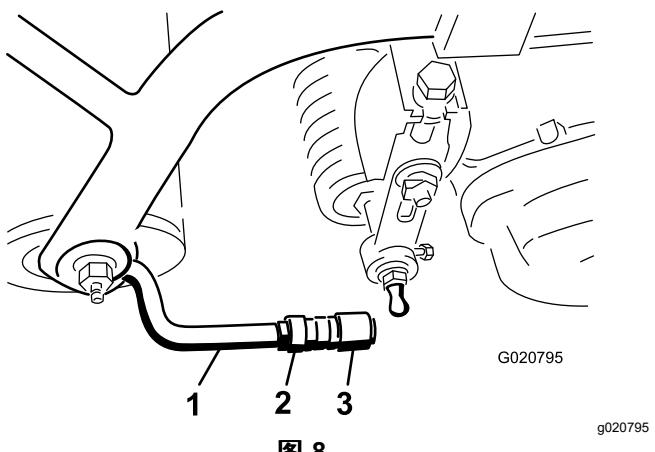

图 8
5. 对齐球窝接头内的球座使球座开口侧的中心朝向球头螺栓然后拧紧锁紧螺母将球座固定到位图8。